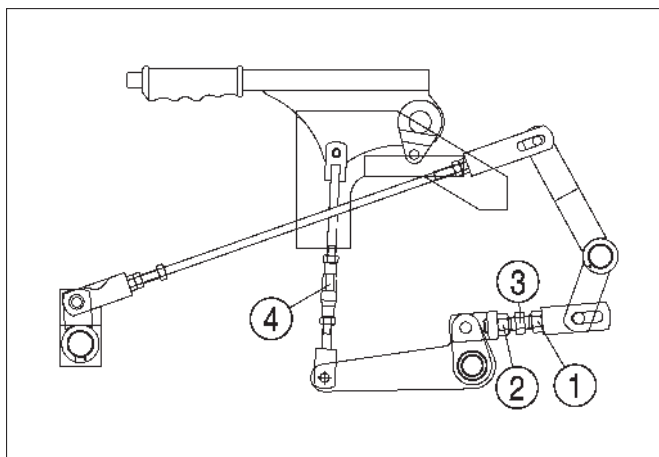

Fig. 103
FIG. 103: Pour régler le frein de stationnement, desserrez l'écrou de blocage droit (1) ou gauche (2). Réglez la tringle avec l'écrou à épaulement (3) et tournez le manchon (4).